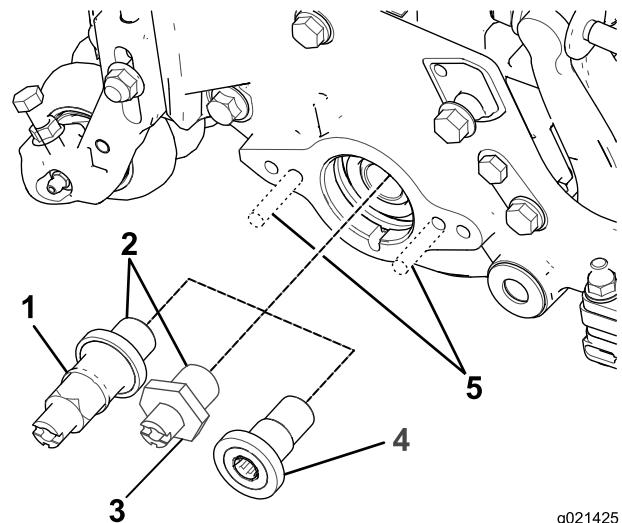

Figura 6
11. Rimuovete l'inserto filettato dell'apparato di taglio ed eliminatelo (Figura 6).
13. Applicate Loctite 242 (blu) alle filettature dell'albero di trasmissione (**Figura 6**) e installate l'albero stesso, serrando a 115–128 Nm.